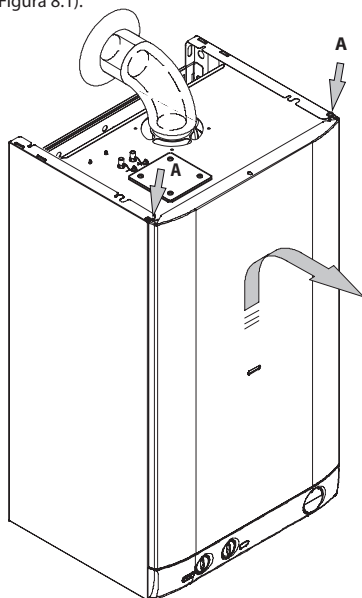

Figura 8.1
- Togliere le viti **A**. Rimuovere il pannello frontale spostandolo verso l'alto in modo da liberarlo dai ganci inferiori in (Figura 8.1).